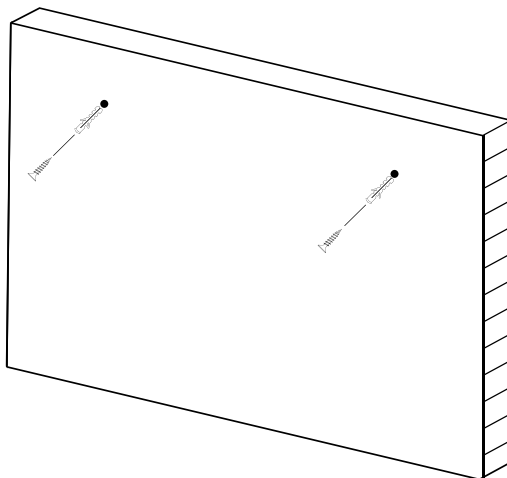

Figura 1
1. Praticare i fori (0,07 mm) nella parete secondo la Figura 1 e la Figura 2.